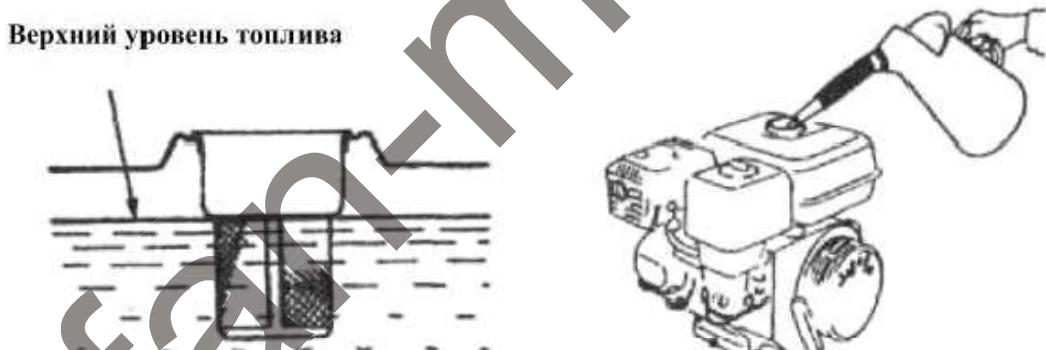

Рис.12
- б) Если уровень низок, долейте бензин. Уровень бензина не должен быть выше горловины топливного фильтра (рис. 12).